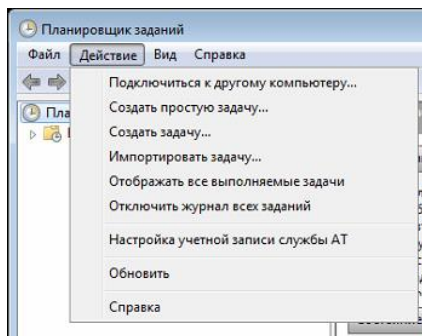

Рисунок 9.28 — Добавление задания
- В открывшемся окне *Планировщик заданий* в меню *Действие* выберите *Создать простую задачу* (см. рисунок 9.28).